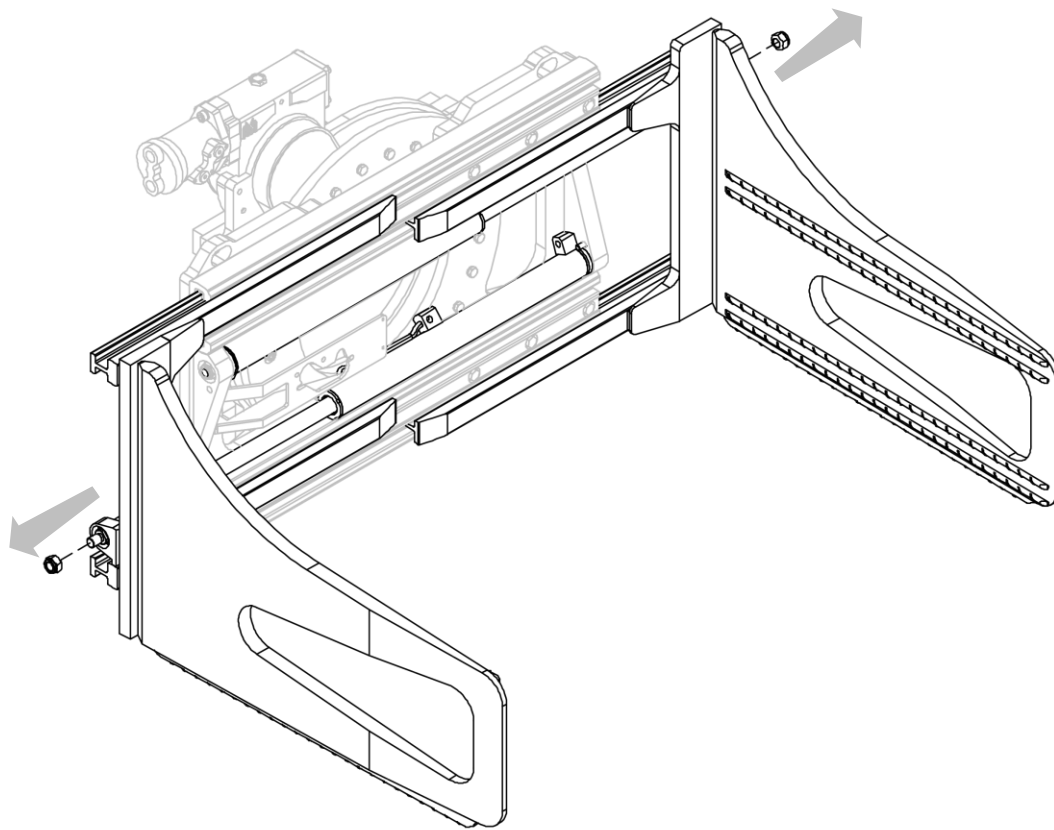

Figura 28
3. Remover las tuercas que bloquean los cilindros a los perfiles (mira *Figura 28*).